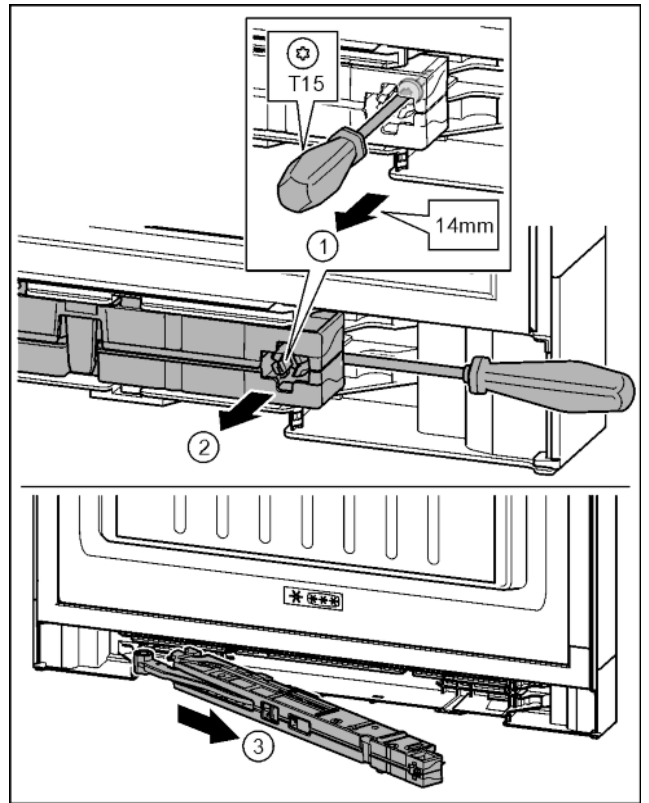

Fig. 18
▶ Ослабить винт на узле амортизатора с помощью отвёртки T15 примерно на 14 мм. Fig. 18 (1)
▶ Переместить отвёртку со стороны ручки за узел амортизатора. Повернуть узел вперед. Fig. 18 (2)
▶ Вытащить узел амортизатора. Fig. 18 (3)